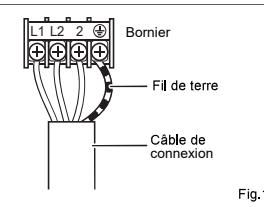

Fig.1
- (6) Insérez le câble de raccordement dans l'appareil par l'arrière.
- (7) Raccordez le câble de raccordement au panneau de raccordement. (Fig.1)
- (8) Fixez le couvercle du câble avec la vis.
- (9) Serrez le support de connexion sur le conduit de câbles.
- (10) Fermez le couvercle du panneau avant.